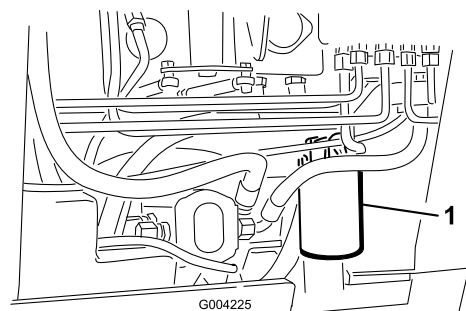

Figura 49
4. Coloque un recipiente debajo del filtro (Figura 49).
5. Retire el filtro usado (Figura 49) y limpie con un paño la superficie de la junta del adaptador del filtro.
7. Instale el filtro hidráulico nuevo en el adaptador del filtro (Figura 49). Apriete el filtro en el sentido de las agujas del reloj hasta que la junta de goma entre en contacto con el adaptador del filtro, luego apriete el filtro tres cuartos de vuelta más.